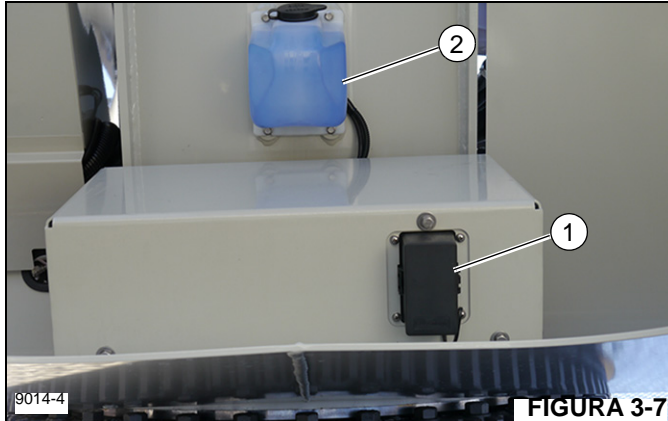

FIGURA 3-7
O bloco 4 de microfusíveis de relé (1, Figura 3-7) está localizado na parte traseira do guindaste, abaixo do contrapeso e reservatório do lavador de para-brisa (2) e é instalado com a opção de controle remoto por rádio.